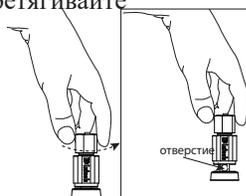

Рисунок 08– Отверстие выходного терминала
- Поворачивайте наконечник выходного разъема против часовой стрелки, пока не появится отверстие (Рисунок 08).
- Вставьте соединительный кабель громкоговорителя в отверстие на клемме выходного разъема или в отверстие кабельного наконечника вокруг центрального стержня выходного разъема (Рисунок 08).